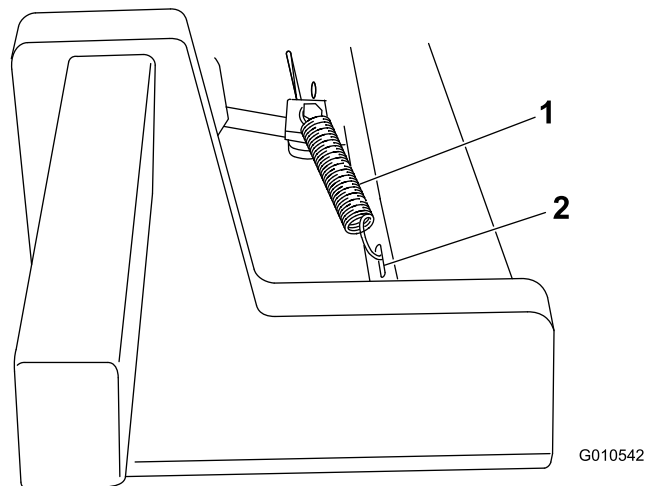

Figura 4
6. Retire os contrapinos dos pinos de forquilha que seguram as escoras do travão e as culatras em conjunto e elimine os contrapinos. Mantendo os pinos de forquilha no sítio, instale a extremidade curta da mola no furo para segurar as partes juntas. Ligue a outra extremidade das molas nos furos ranhurados nos braços de elevação (Figura 4).